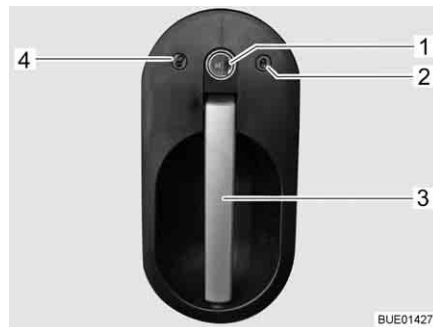

Fig. 54 Serratura della porta conducente, lato esterno
- Inserire la chiave nel cilindro della serratura (Fig. 54,1) e ruotare in direzione "Apertura" (Fig. 54,4) fino a quando la serratura della porta si sblocca.
- Tirare la maniglia della porta (Fig. 54,3). La porta è aperta.
- Inserire la chiave nel cilindro della serratura (Fig. 54,1) e ruotare in direzione "Bloccaggio" (Fig. 54,2) fino a quando la serratura della porta si blocca.